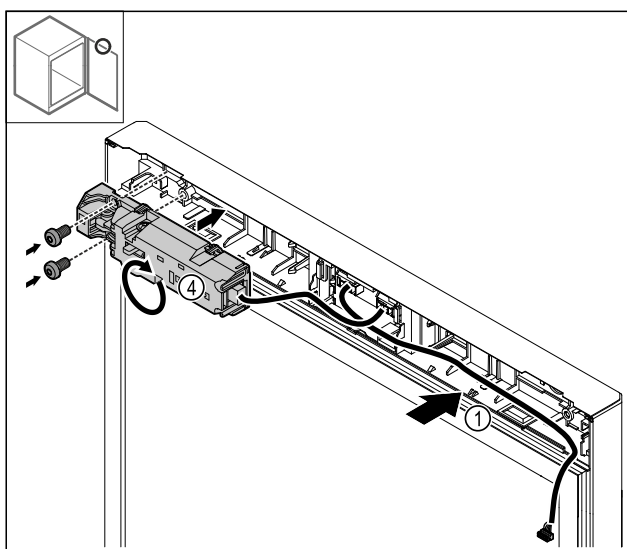

Fig. 26
- Poser le câble Fig. 26 (1) du côté opposé.